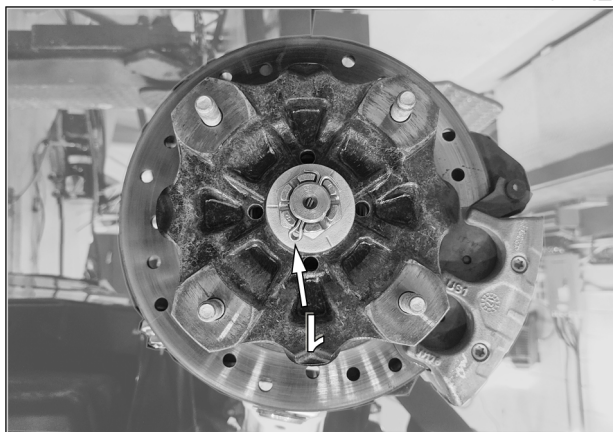

Fig. 17
7. S'assurer que la goupille fendue (1) ne produise aucune interférence lors de l'assemblage du moyeu du système. Le moyeu du système de traction doit se positionner sans résistance au moyeu du véhicule. Voir la Fig. 17